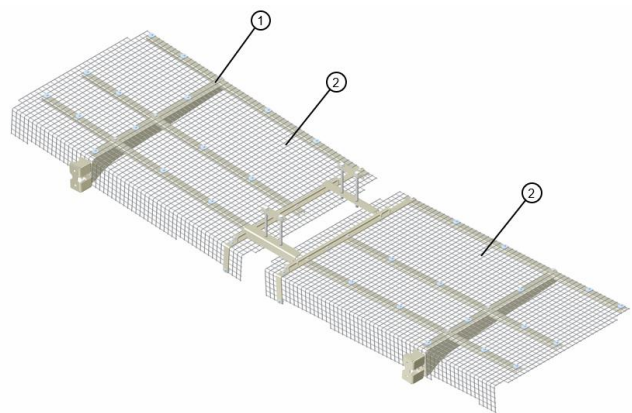
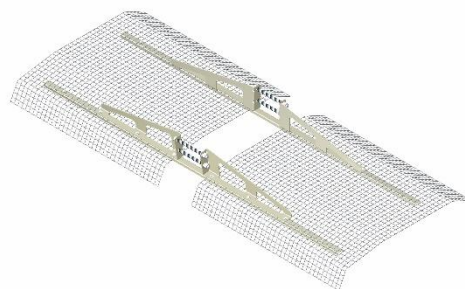

Abbildung 14
Abbildung 15
Der Steinschlagschutz (RC 900 M1 und RC 1200 M1 siehe Abbildung 14, RC 600 M1 siehe Abbildung 15) ist am Stützensausleger sowie bei RC 900 M1 und RC 1200 M1 zusätzlich an den Klappungsstreben montiert. Es besteht aus einer Blechkonstruktion (1), auf die ein Gitter (2) geschraubt wird. Dieses Gitter soll verhindern, dass hochgeschleuderte Steine und Erdklumpen abprallen. Somit wird der Traktor, insbesondere die Kabine mitsamt dem Fahrer, geschützt.